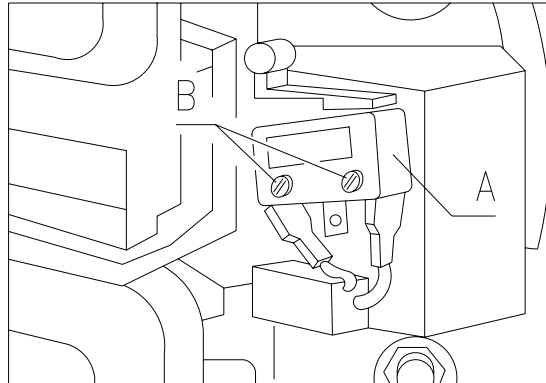

FIG. 16
8.10 SUSTITUCIÓN MICROINTERRUPTOR VENTANILLAS DE RETIRO PRODUCTO FIG. 16